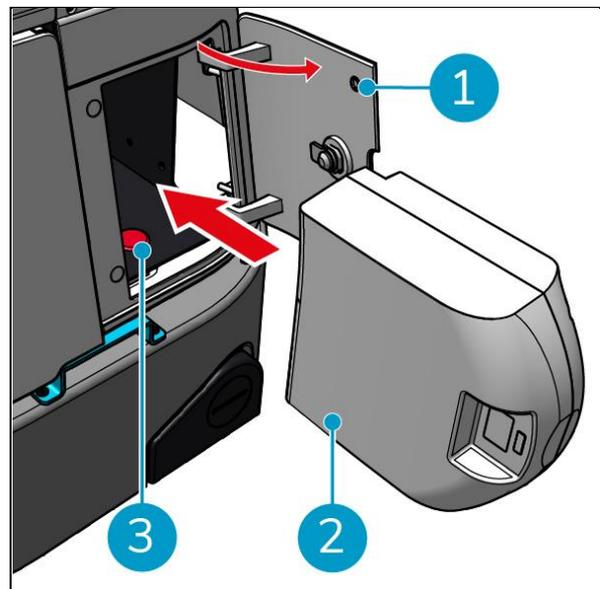

Figure 11
Avant de retirer la batterie, veillez à éteindre le co-botic 45 à l'aide du bouton d'alimentation situé à l'intérieur du compartiment de la batterie (voir Figure 11, pos. 3). Si vous retirez la batterie sans éteindre le co-botic 45, la batterie risque de produire des étincelles et d'entraîner des problèmes au niveau des connecteurs.
1. Ouvrez le couvercle du compartiment à piles à l'aide de la clé fournie (figure 11, pos. 1).
2. Poussez la batterie dans son logement (figure 11, pos. 2). Un clic indique que la batterie est verrouillée.
1. Appuyez sur le bouton d'alimentation situé devant la batterie (Figure 11, pos. 3), le co-botic 45 s'allume.